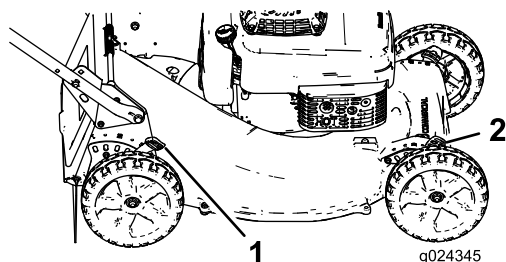

Bild 11
1. Ziehen Sie den Schnitthöhenhebel zum Rad (Bild 11) und schieben Sie ihn in die gewünschte Stellung.